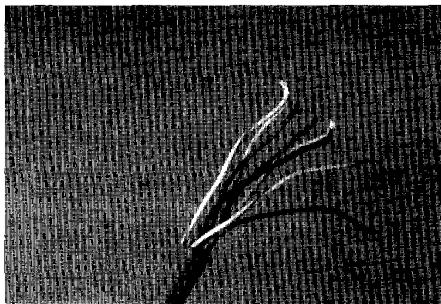
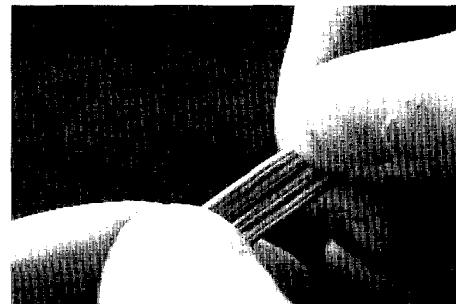

图 1-10 标准 5 类双绞线 (UTP)
图 1-11 排序
(3) 排序：剥除外包皮后即可见到双绞线网线的 4 对 8 条芯线，并且可以看到每对的颜色都不同。每对缠绕的两根芯线是由一种染有相应颜色的芯线加上一条只染有少许相应颜色的白色相间芯线组成。四条全色芯线的颜色为：棕色、橙色、绿色、蓝色，如图 1-10 所示。每对线都是相互缠绕在一起的，制作网线时必须将 4 个线对的 8 条细导线一一拆开，理顺，捋直，然后按照规定的线序排列整齐，如图 1-11 所示。